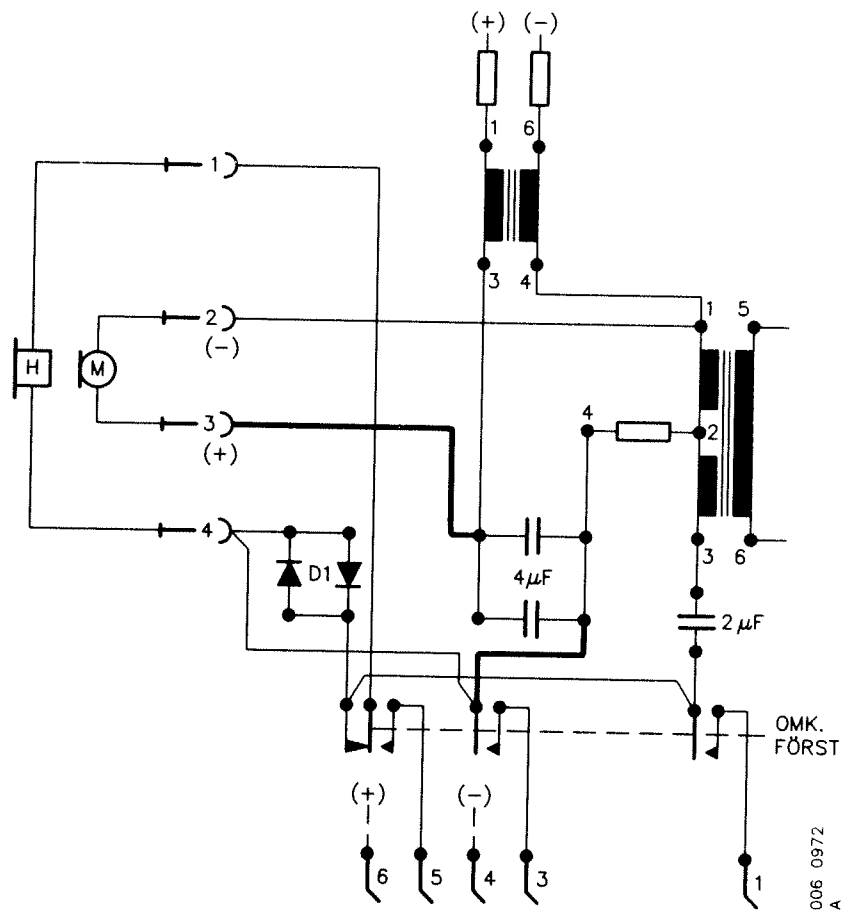

Bild 30. Enhetens koppling efter modifiering
- Flytta och löd fast den lossade förbindningen samt lägg en ny förbindning mellan  $C=4\mu\text{F}$  och anslutningsjackens stift 3. Se bild 30.